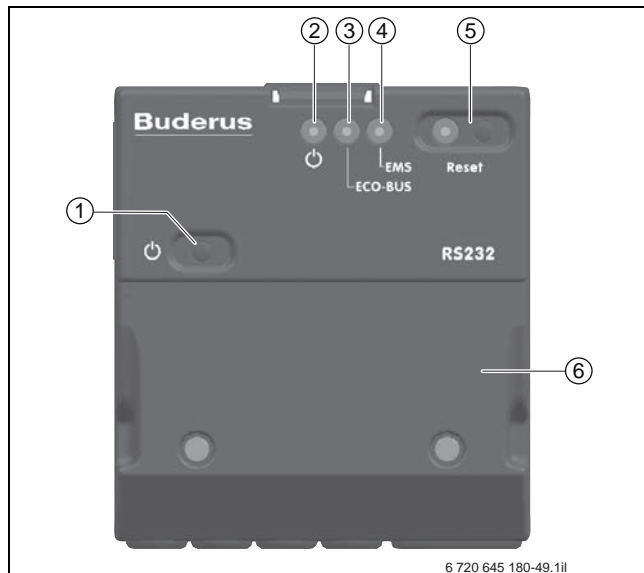

Bild 72 BUS-Schnittstelle Logamatic Gateway RS232
- Logamatic Gateway RS232 (→ Bild 72)